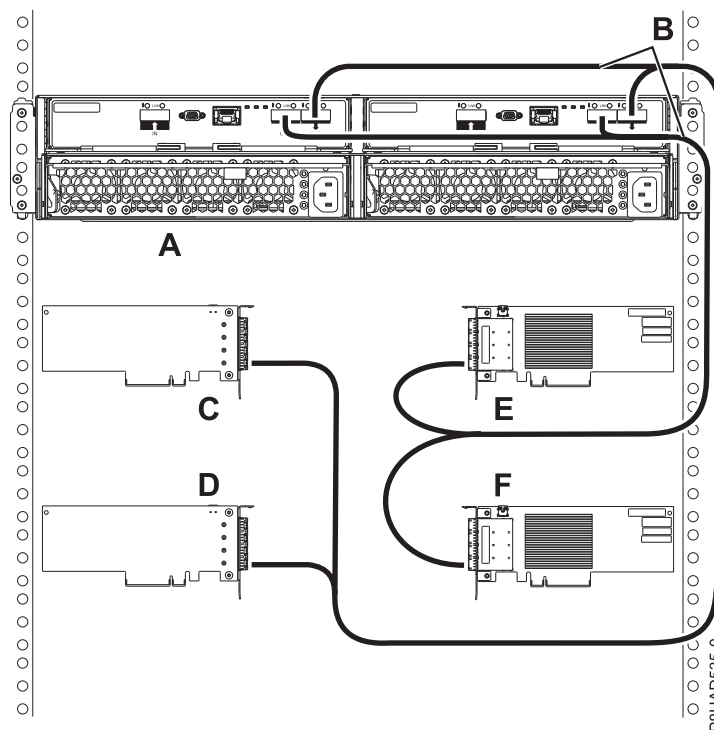

Figura 90. Conexión de modalidad 4 de un alojamiento 5887 mediante cables X a cuatro adaptadores SAS PCIe3 únicos con conectores estrechos HD.
**Nota:** Consulte Figura 90 en la página 167 para ver ejemplos de los siguientes tipos de conexiones:
- El cable que se conecta al adaptador SAS 1 (C) independiente contiene una etiqueta con el identificador P1. Este adaptador no tiene acceso a ningún otro adaptador independiente y sólo tiene acceso a las bahías de unidad D1–D6.
- El cable que se conecta al adaptador SAS 2 (D) independiente contiene una etiqueta con el identificador P2. Este adaptador no tiene acceso a ningún otro adaptador independiente y sólo tiene acceso a las bahías de unidad D7–D12.
- El cable que se conecta al adaptador SAS 3 (E) independiente contiene una etiqueta con el identificador P1. Este adaptador no tiene acceso a ningún otro adaptador independiente y sólo tiene acceso a las bahías de unidad D13–D18.
- El cable que se conecta al adaptador SAS 4 (F) independiente contiene una etiqueta con el identificador P2. Este adaptador no tiene acceso a ningún otro adaptador independiente y sólo tiene acceso a las bahías de unidad D19–D24.